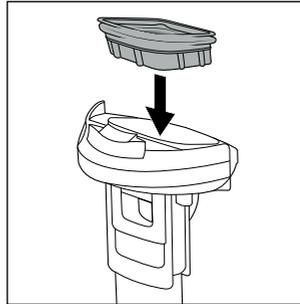

Fig. 28
- ◆ Une fois les pièces séchées, remplacez le filtre à impuretés **10** dans le couvercle du réservoir d'eau sale **9** (voir fig. 28).